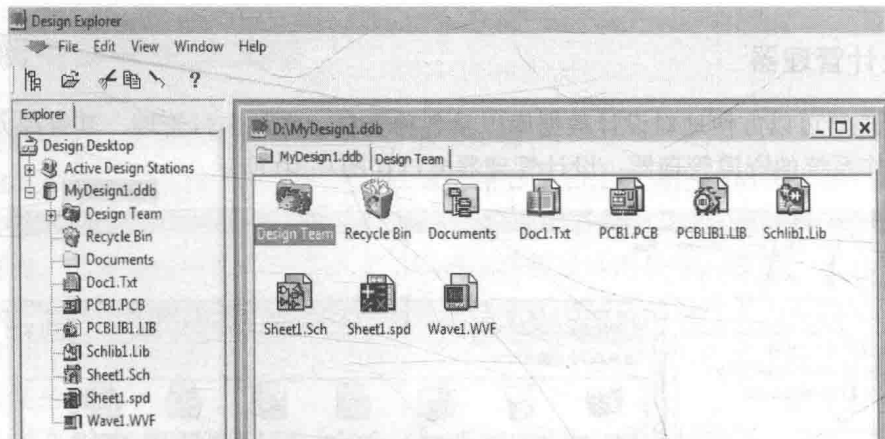

图 0-12 设计数据库目录下的文件结构
3) 资料 (Document) 文件夹。各种设计文件可以放置在 Document 文件夹中。单击 Document 左边的加号, 则放在 Document 文件夹中的所有设计文件都会按照树形结构展开。当然设计文件也可以直接放在设计数据库目录下。在设计数据库目录下的文件结构如图 0-12 所示。